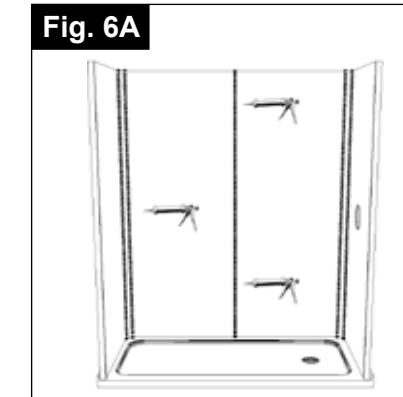

Fig. 6A
**B** Aplique sellador de silicona a todas las juntas y bordes expuestos del panel usando una pistola de calafateo (Fig. 6A y 6B).